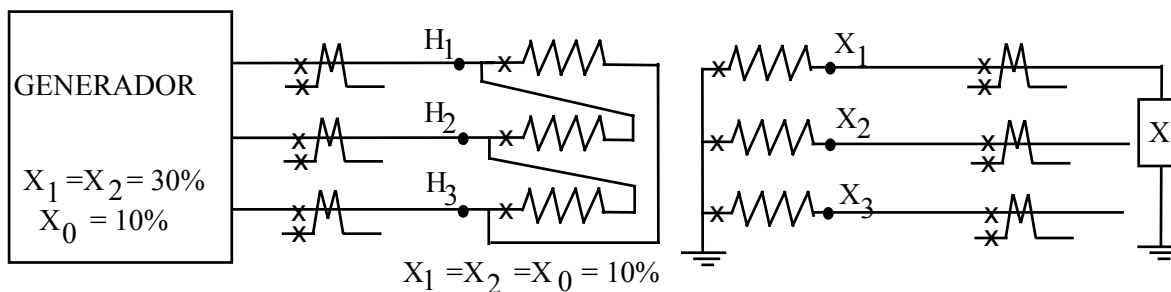

Figura 14
25. Un transformador trifásico de 100 MVA, 110/220 kV, conectado según la Figura 14, se protege con un relé diferencial de porcentaje de 25%. Las características de los TT/CC y del relé son: